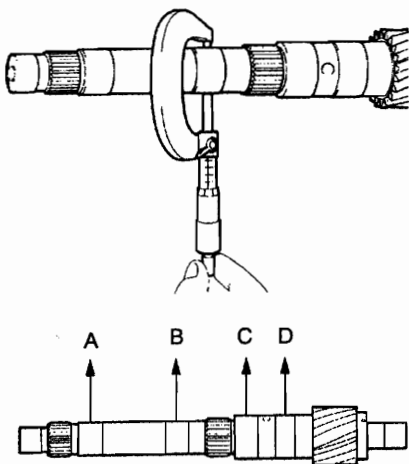

图 12-1-56
②用千分尺在图 12-1-56 所示的 A、B、C、D 位置检查中间轴的外径, 在 A 位置的标准直径为 25.962~25.975mm, 最小直径为 25.912mm; 在 B 位置的标准直径为 25.962~25.975mm, 最小直径为 25.912mm; 在位置 C 的标准直径为 32.062~32.075mm, 最小直径为 32.012mm; 在 D 位置的标准直径为 32.062~32.075mm, 最小直径为 32.012mm。若外径超过标准值, 则应更换中间轴。